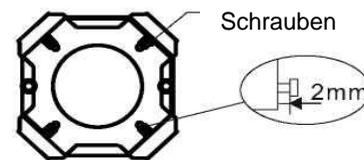

Abb. 8
3. Stellen Sie die vier Schrauben an der Halterung so ein, dass sie 2 mm herausragen, wie in Abb. 8 gezeigt.